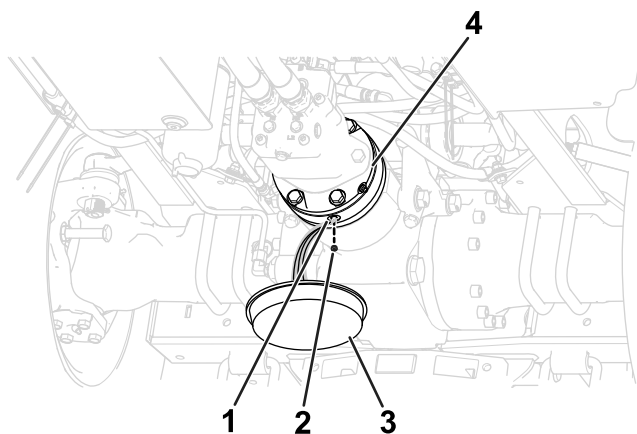

Figure 105
1. Placez un bac de vidange sous le frein hydraulique (Figure 105).
2. Enlevez le bouchon de vidange de l'orifice de vidange (Figure 105).
4. Remettez le bouchon dans l'orifice de vidange (Figure 105).